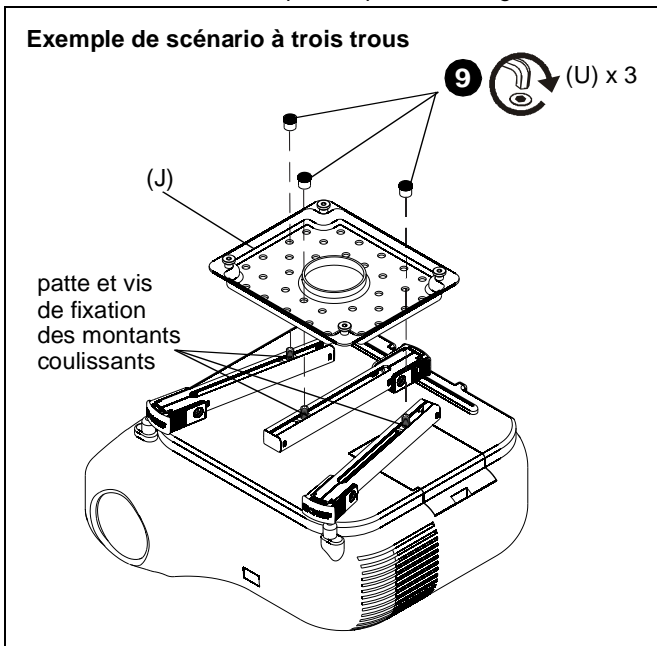
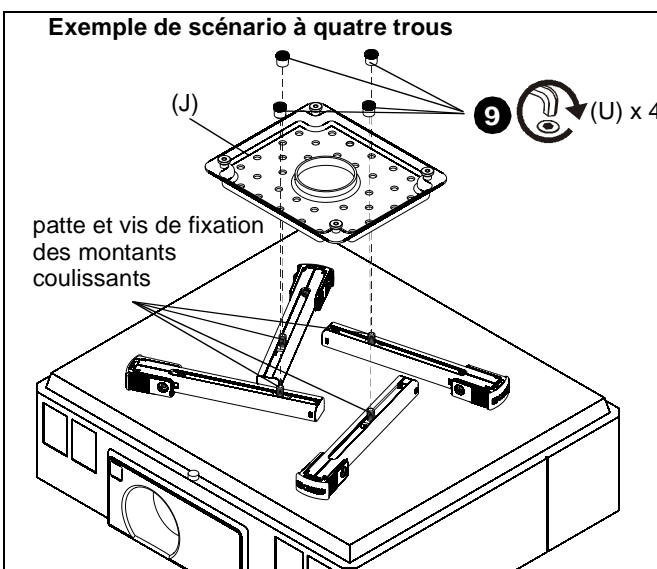

Figure 18
Figure 19
7. Manœuvrez les pieds pour que les pattes et les vis de fixation des montants coulissants se trouvent vers le milieu du projecteur. (Voir la Figure 18) et (Voir la Figure 19)
8. Positionnez les pattes et les vis de fixation des montants coulissants de manière à permettre un montage uniforme de la plaque principale SLMU (J) aux pieds. (Voir la Figure 18) et (Voir la Figure 19)
9. Utilisez une clé hexagonale de 1/4" (V) pour fixer les écrous Allen (U) aux vis sur les montants de fixation coulissants. (Voir la Figure 18) et (Voir la Figure 19)